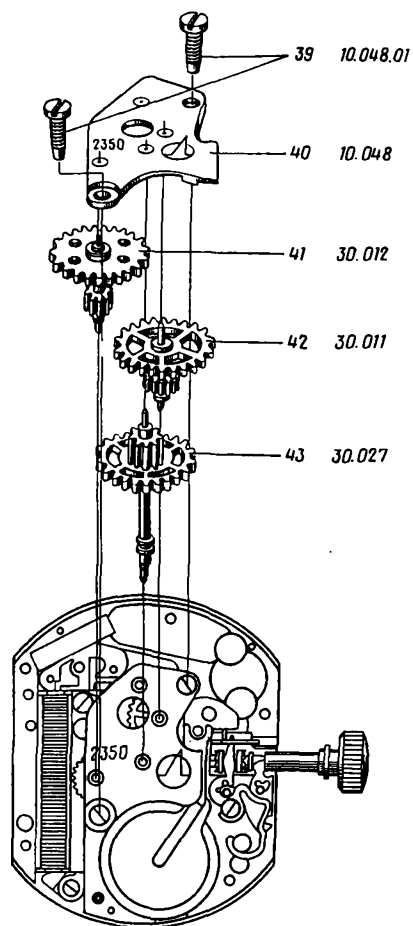

Рис. 125
43. Отвернуть и снять винт 39 моста колесной передачи (рис. 125)